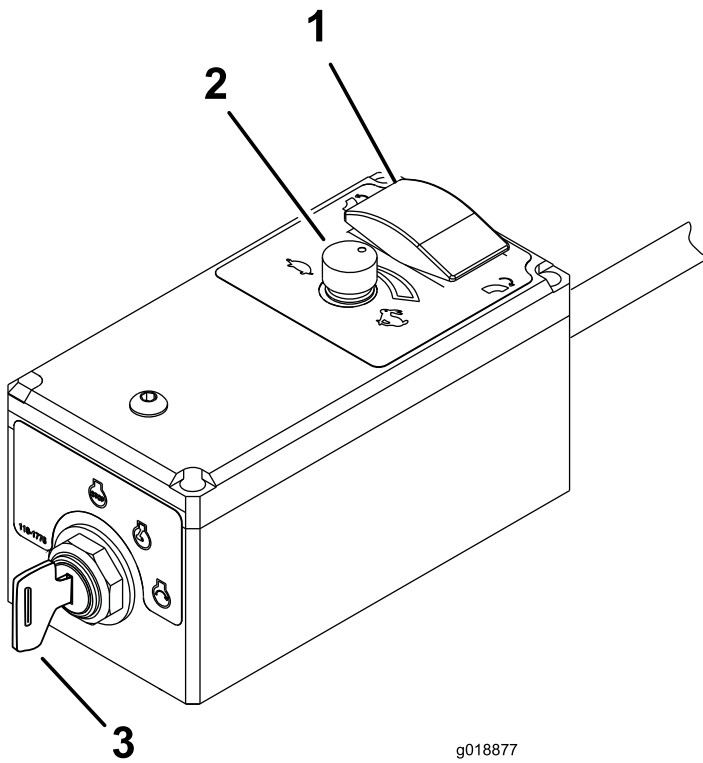

図 10
3. 機械から離れる場合には、キーを OFF 位置に回してエンジンスイッチから抜き取る 図 10。